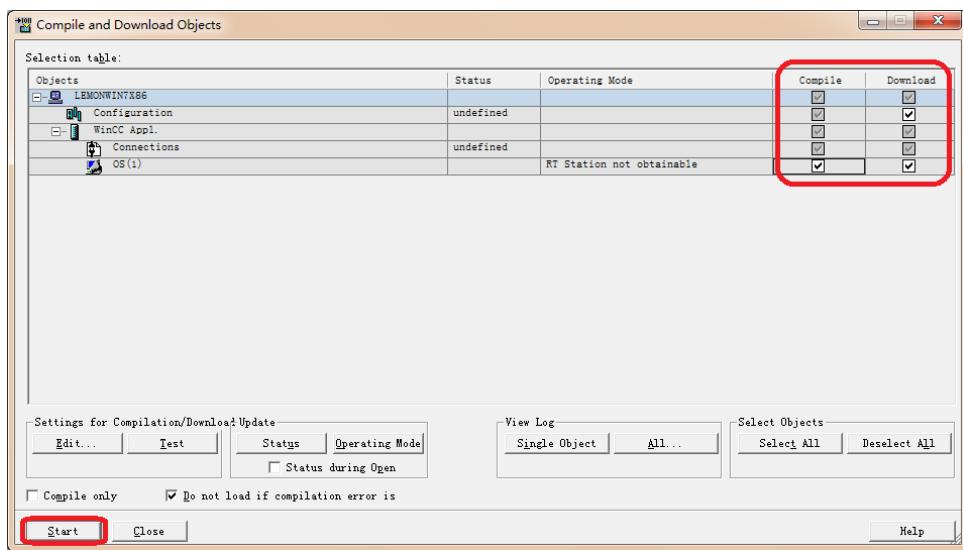

图 19
(L) 确认编译和下载选项，选择 Start 执行，如图 19 和 20 所示。